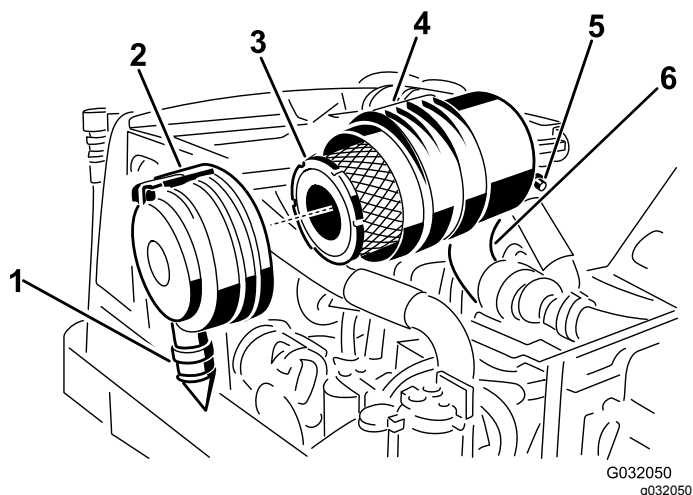

Figura 44
2. Togliete il filtro primario dell'olio (Figura 44).
ore 5 e le ore 7 vista dall'estremità e fissate il fermo (Figura 44).
3. Sostituite il filtro primario dell'olio (Figura 44).